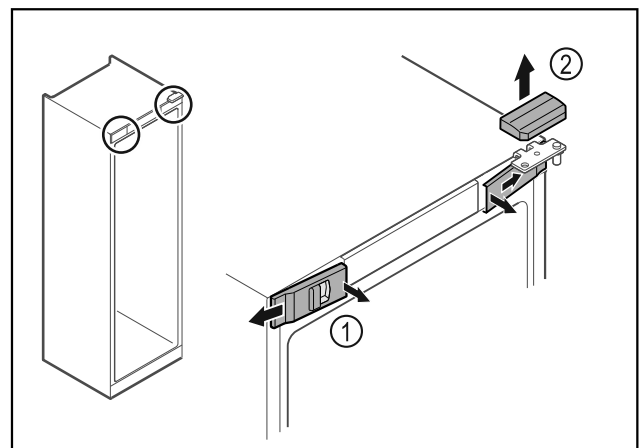

Fig. 10
- ▶ Disinnestare le coperture anteriori Fig. 10 (1) dall'interno ed estrarle lateralmente.
- ▶ Rimuovere la copertura superiore Fig. 10 (2) sollevandola verso l'alto.